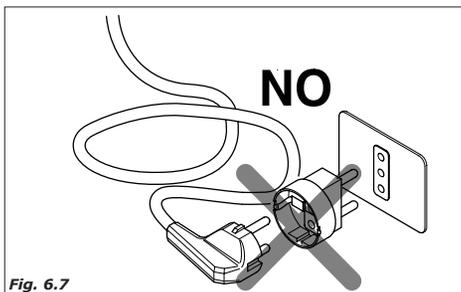

Fig. 6.7
- As tomadas não compatíveis com a do aparelho devem ser substituídas (Fig. 6.7).